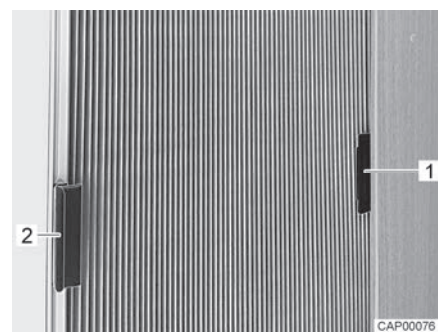

Fig. 6 Tendina oscurante pieghevole per il finestrino laterale (chiusa)
- Spingere la tendina oscurante pieghevole dalla maniglia (Fig. 6,1) dentro il sopralzo (Fig. 6,2). La tendina oscurante pieghevole è così fissata in modo che non possa chiudersi inavvertitamente durante la marcia.